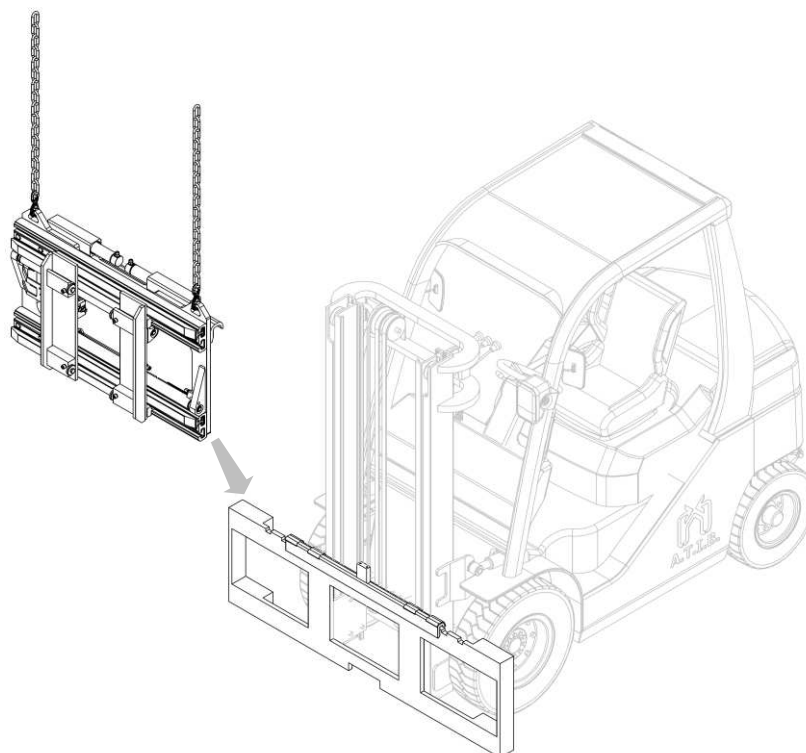

Figura 7
7. Agganciare quindi l'attrezzatura dai punti presa superiori e con un carroponete o un paranco di portata sufficiente posizionarla sul doppio gancio, avendo cura di posizionarla in modo corretto (vedi Figura 7).